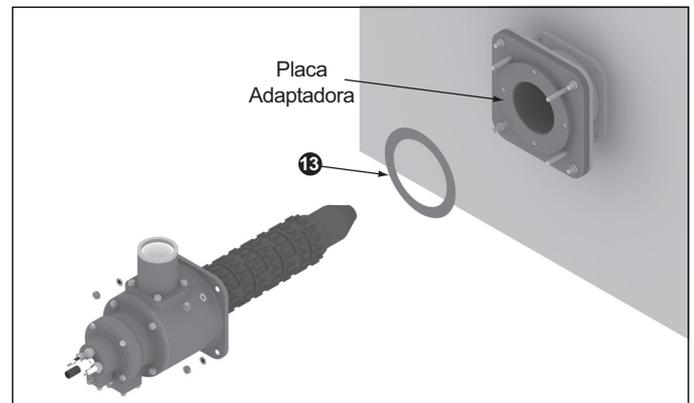

Figura 3.14
7. Adhiera la junta (ítem 13) a la brida adaptadora con espray adhesivo. Ver Figura 3.14.